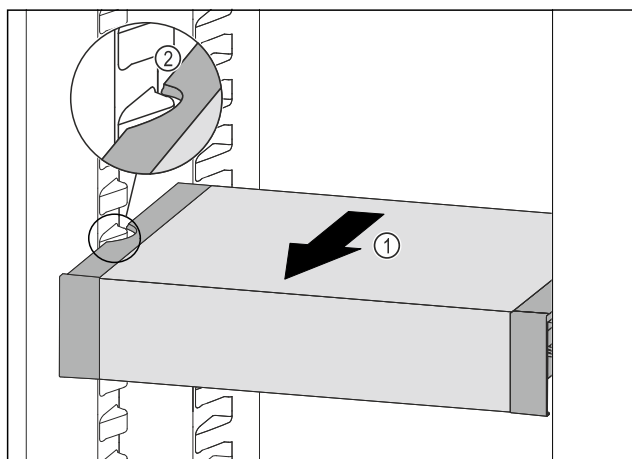

Fig. 127
- Táhněte VarioSafe dopředu Fig. 127 (1), dokud nebudou boční vybrání VarioSafe na úrovni žebrování na nádoby v chladničce. Fig. 127 (2)